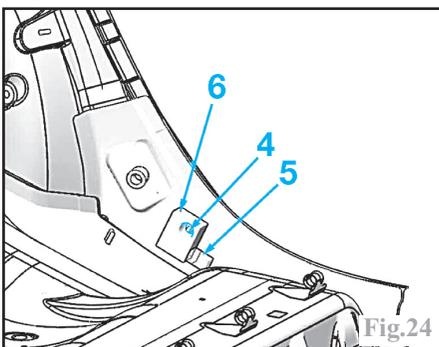

Fig.24
Capteur satellite AR (Fig.24) : déposer la vis (4), débrancher le connecteur (5) et le capteur (6).